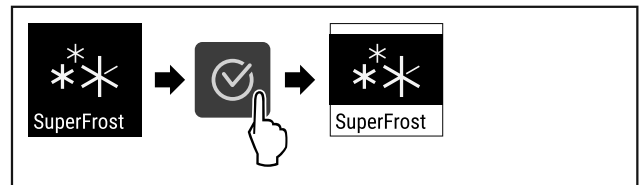

Fig. 92
- ▶ Efectuați pașii de acțiune (vezi Fig. 92).